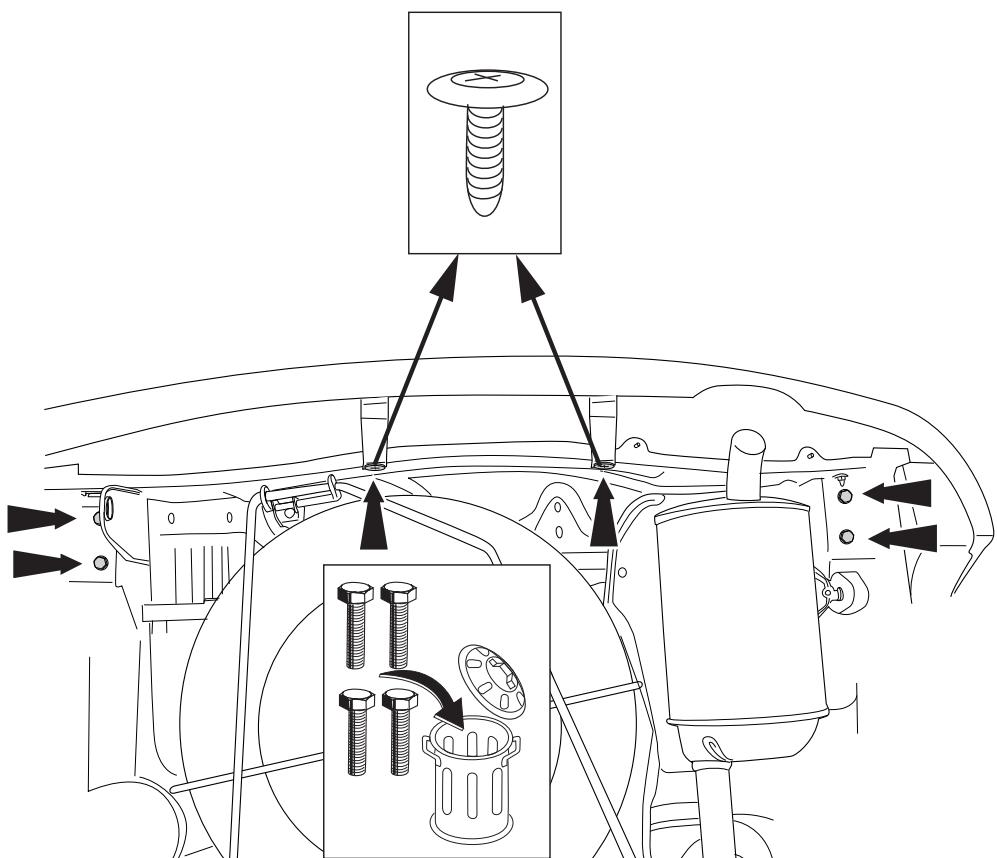

Fig.1
1. Remove the parts indicated in figure 1 and 2.
1. Die in Abbildung 1 und 2 angegebenen Teile abmontieren.
1. Démonter les pièces indiquées sur la figure 1 et 2.
1. Снять детали, указанные в рис. 1 и 2 .